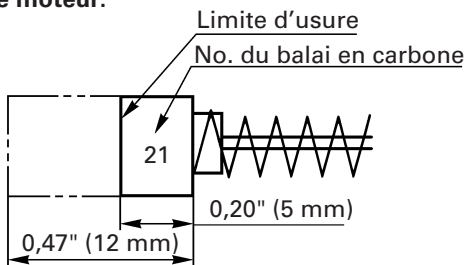

Fig. 10
4. Contrôle des balais en carbone (Fig. 10)
**REMARQUE:** Utiliser le balai en carbone HITACHI No. 21 indiqué sur la Fig. 10.